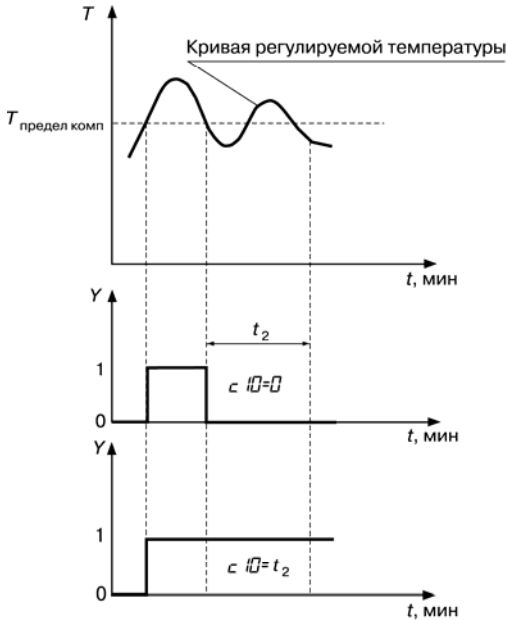

Рис. 3.20. Задержка отпускания компаратора: компаратор "не отпустил"
- если время нахождения управляемой величины ниже установленного предела после срабатывания компаратора меньше t_2 (установленного времени задержки отпускания компаратора), то отпускания не происходит (рис. 3.20).